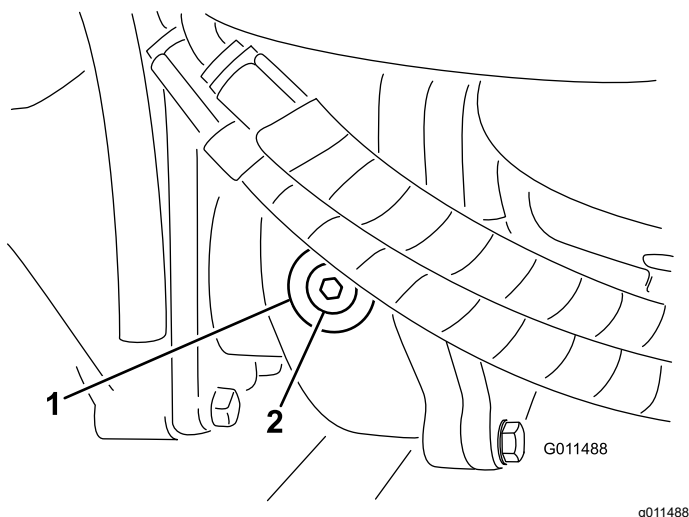

Рисунок 106
2. Снимите пробку контрольного (заливного) отверстия с левой стороны редуктора и убедитесь, что масло доходит до нижнего края отверстия (Рисунок 106).